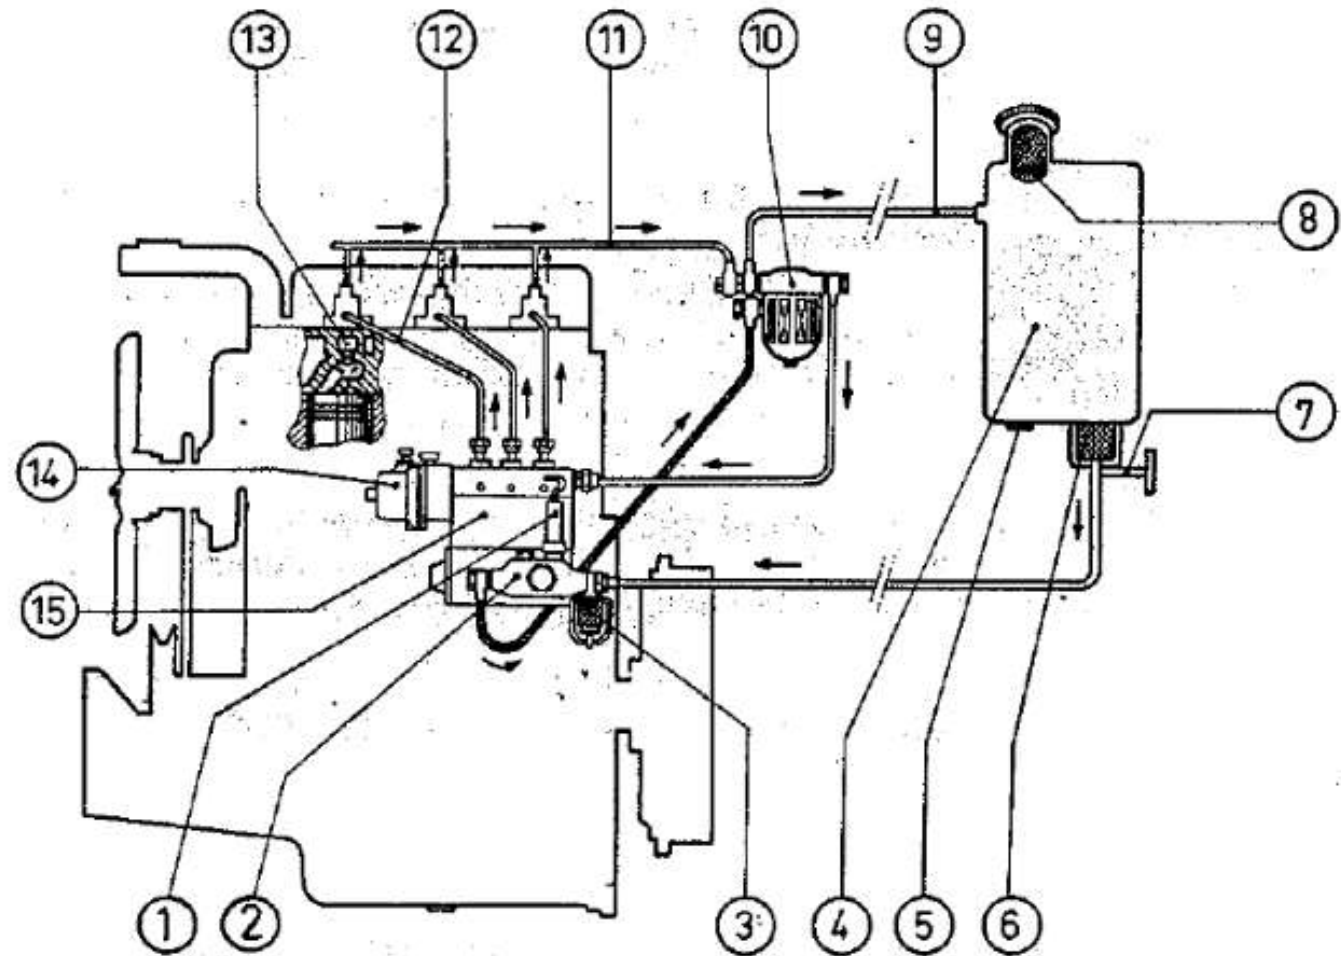

Fig. 29.—Esquema del circuito de alimentación e inyección del combustible.
FUNCIONAMIENTO (fig. 29).
La bomba de inyección (15) (fig. 29), lleva acoplados directamente el regulador neumático de velocidad (14) y la bomba de alimentación (2).
El bombín cebador (1, fig. 29) permite bombear a mano el gasoil del depósito estando el motor parado, al igual que la bomba lo hace estando el motor en marcha.